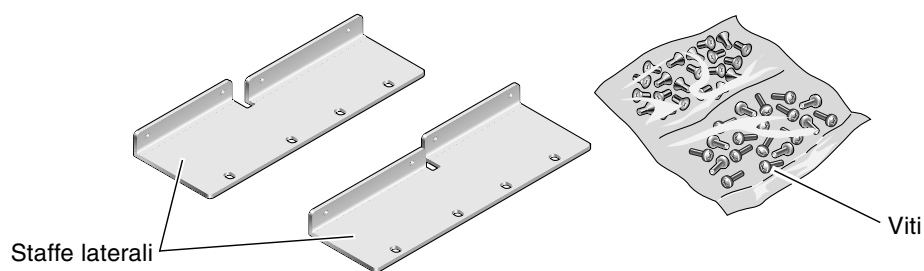

FIGURA 3-23 Contenuto del kit di montaggio fisso in rack da 23 pollici a 2 montanti
1. Prendere le staffe laterali dal kit (FIGURA 3-23).